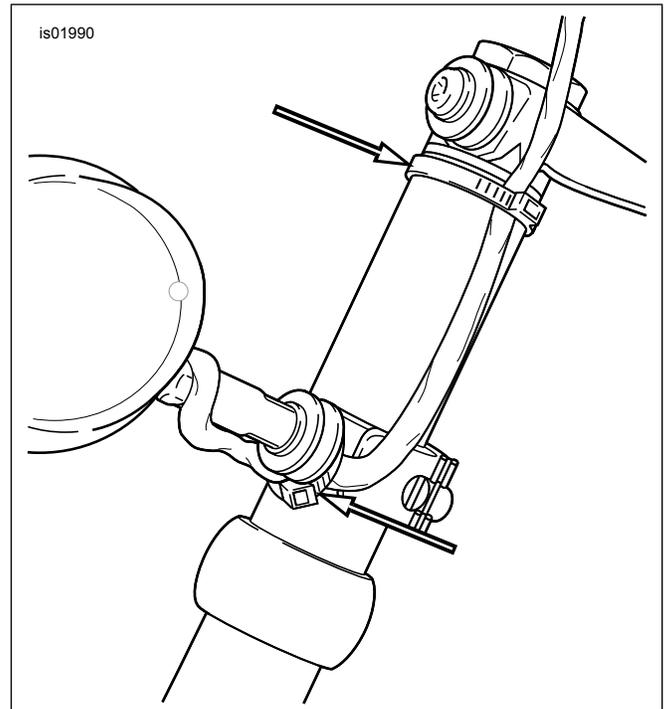

Figura 4. Colocación de los amarres de cables y los cables de la señal de giro
12. Vea Figura 4. Quite el parabrisas sujetando los bordes del parabrisas en posición paralela con el brazo central y jalándolo firmemente para aflojarlo de las ranuras de los bujes superiores. Levante el conjunto del parabrisas de los bujes inferiores. Cuando haya desmontado el parabrisas, use las correas de cables del kit para colocar firmemente los cables de las señales de giro. Después de asegurar los cables, verifique la holgura de los cables de las señales de giro con el parabrisas instalado.